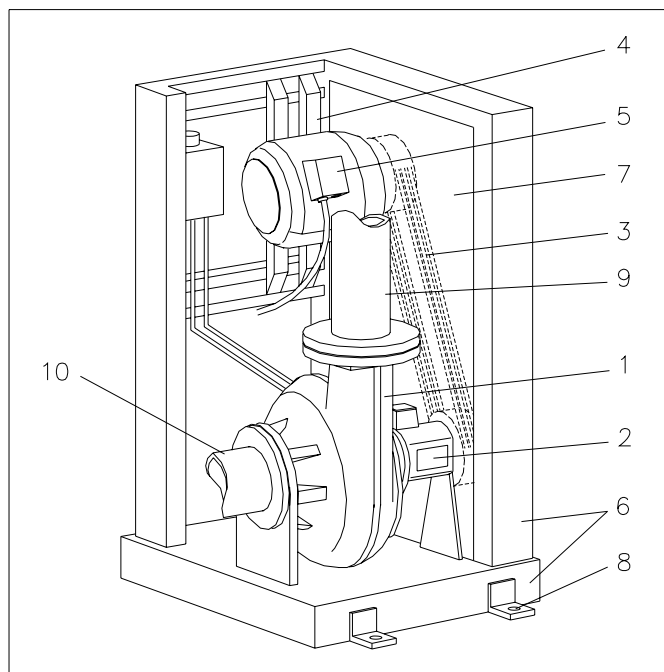

Fig. 7.5
Når pumpen drives med kileremtræk. Jfr. fig. 7.5.
- Foden fæstnes til funderingen ved de 4 befæstelseshul jfr. fig. 7.5 pos. 8.